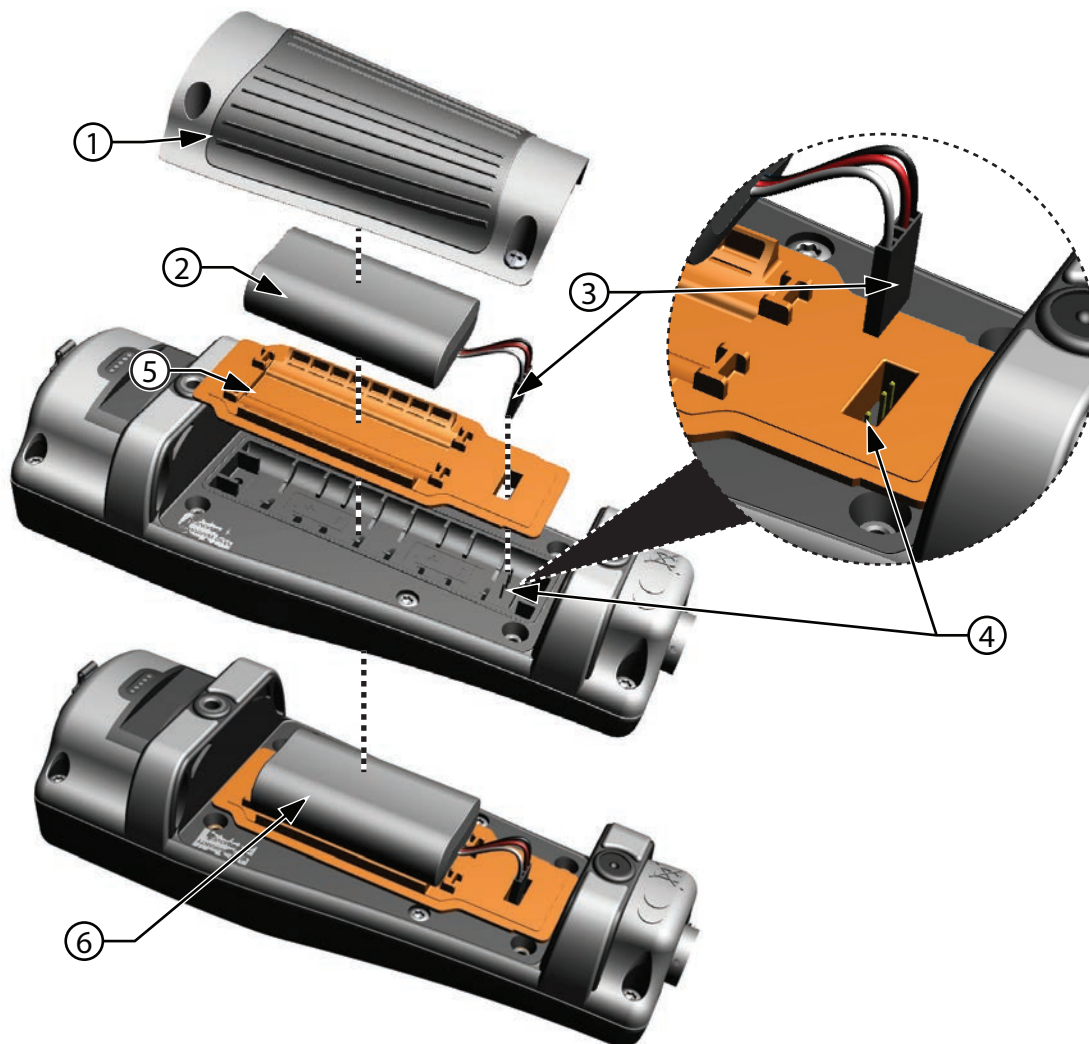

Figura 2 Substituição da bateria
1. Retire a tampa da bateria, desapertando (no sentido contrário ao dos ponteiros do relógio) os quatro parafusos com uma chave de parafusos plana ou Phillips (Figura 2 na página 7).